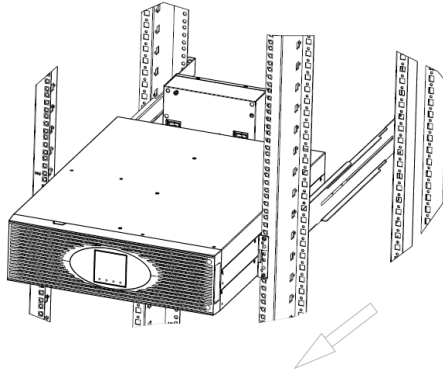

Abbildung 36: Ausbau XANTO S 6000, Schritt 3/3
3. Lösen Sie die 19" Montagewinkel der USV-Anlage an der Vorderseite des Racks und ziehen Sie die USV-Anlage aus dem Rack (siehe Abbildung 36).